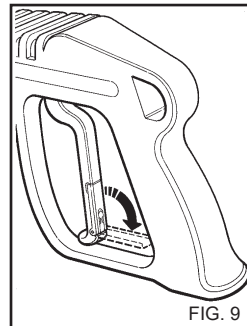

FIG. 9
- Wanneer de hogedruk-waterspuit niet wordt gebruikt, de beveiliging van de handgreep sluiten (fig. 9).